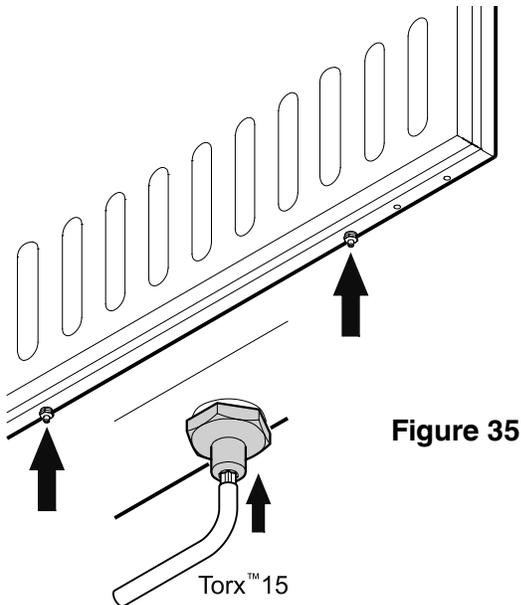

Figure 35
1. Visser à fond les boulons d'ajustement sur le bas de la porte du réfrigérateur (**Figure 35**).